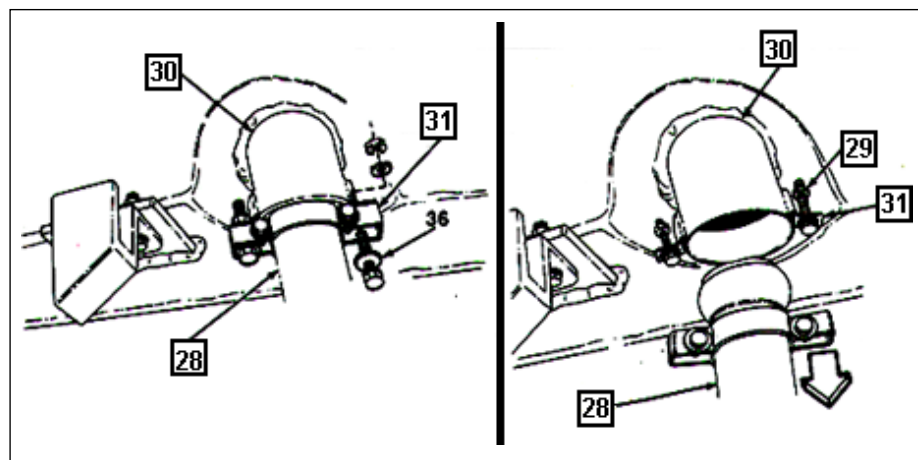

Fig 8-15. Remoção do exaustor do aquecedor (II)
(3) remover os parafusos e porcas(29) que prendem a conexão do exaustor(28) ao chassi do CC(30) por meio de braçadeiras(31). Manter os parafusos fixos ao local para facilitar a recolocação.(Fig 8-15)